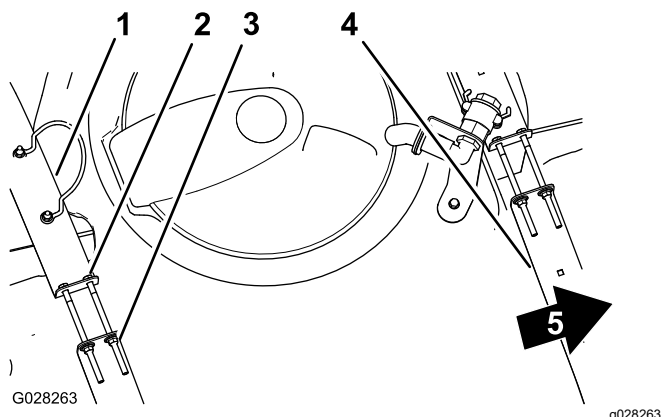

図 20
2. タンクとタンク固定ベルトとの間に、たるみがないか点検する 図 20。
3. ベルトにゆるみがある場合には、ベルトの上部にあるフランジロックナットとボルトを締めてベルトとタンクとが面一になるようにする 図 20。